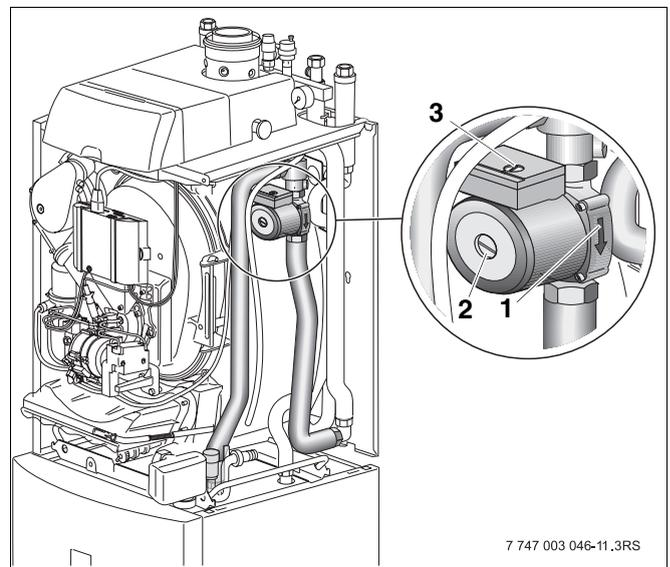

Bild 28 Pumpe
- Stellen Sie die Pumpe auf höchste Einstellung (Bild 28, **Pos. 3**).
durch Lösen der Inspektionsschraube (Bild 28, **Pos. 2**) an der Pumpe bei heißem Heizkessel.
Wenn Sie die Pumpe manuell entlüften, achten Sie darauf, dass beim Öffnen der Inspektionsschraube (Bild 28, **Pos. 2**) heißes Wasser austritt.